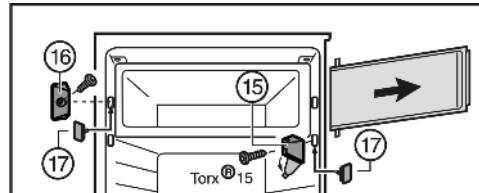

Fig. 7
- ▶ Otklopite poklopac na podlošku ležaja Fig. 7 (15).
- ▶ Odvijte podložak ležaja Fig. 7 (15) s vrata pretinca.
- ▶ Odvijte zatvarač Fig. 7 (16).
- ▶ Zatvorite oslobođene rupe s priloženim čepovima Fig. 7 (17).